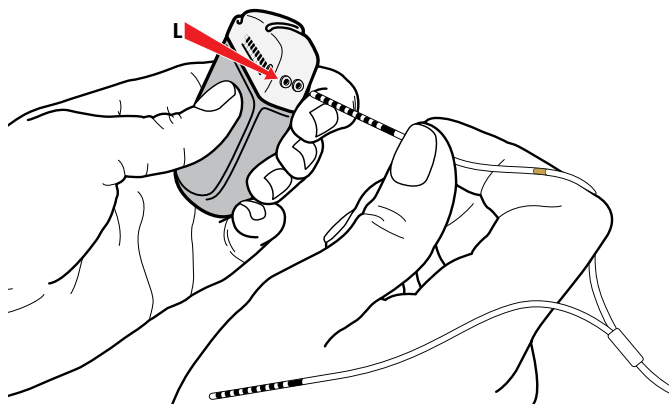

Figure 39. Connexion au port L du GII
1. Connecter l'extrémité de la sonde-extension de l'hémisphère gauche avec la bande de marquage dorée au port L (ou C) (Figure 39).